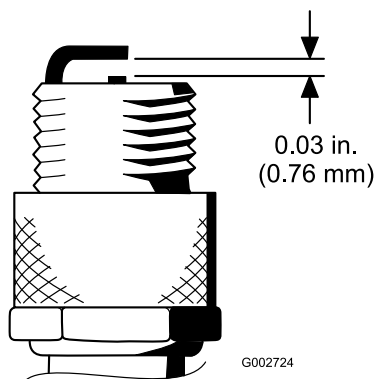

Figura 32
4. Verificate che la distanza tra gli elettrodi centrale e laterale sia 0,76 mm come mostrato in Figura 32